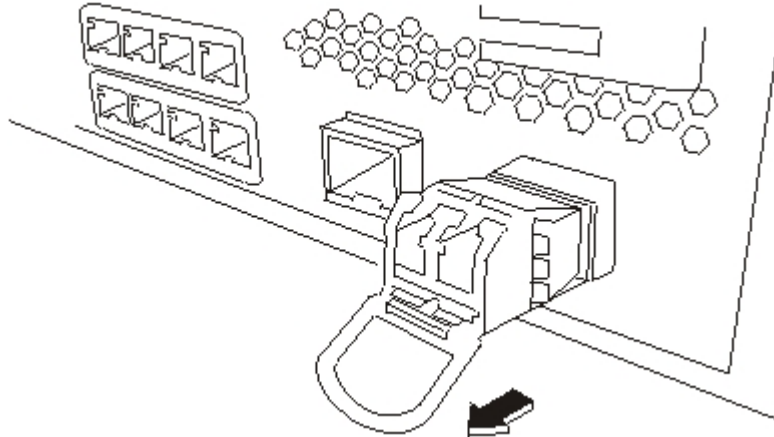

Abbildung 28. SFP-Transceiver entfernen
3. Ziehen Sie die blaue Verriegelung an der Vorderseite des Transceivers nach unten, wie in Abb. 28 dargestellt.